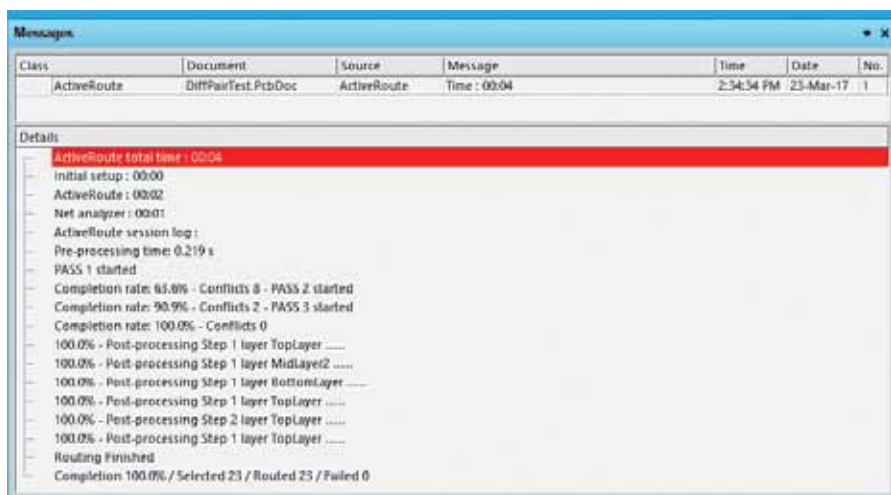

Рис.1. Панель Messages
- более подробная информация, выводимая на панель сообщений Messages (рис.1): теперь отчет содержит